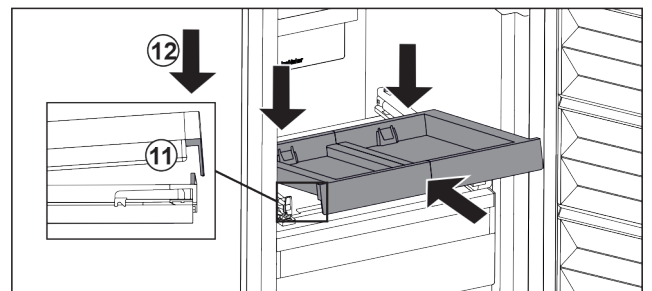

Fig. 84
- Schräg einschieben. Darauf achten, dass auf beiden Seiten der Anschlag hinter der Lasche ist. Fig. 84 (11)
- Auszugsbord vorne absetzen. Fig. 84 (12)